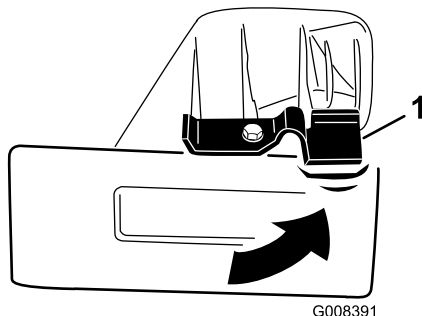

Figure 24
2. Tournez le verrou sur l'obturateur de déchiquetage dans le sens antihoraire en position déverrouillée (Figure 24).